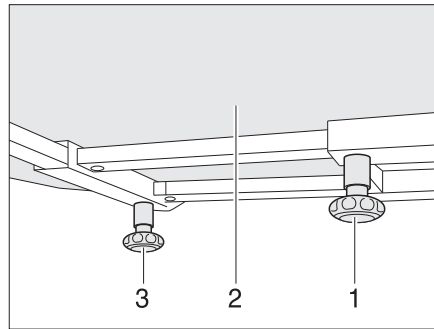

Fig. 95 Table fixe
- Desserrer la vis moletée (Fig. 95,1).
- Pousser le plateau (Fig. 95,2) dans la position désirée.
- Desserrer la vis moletée (Fig. 95,3).